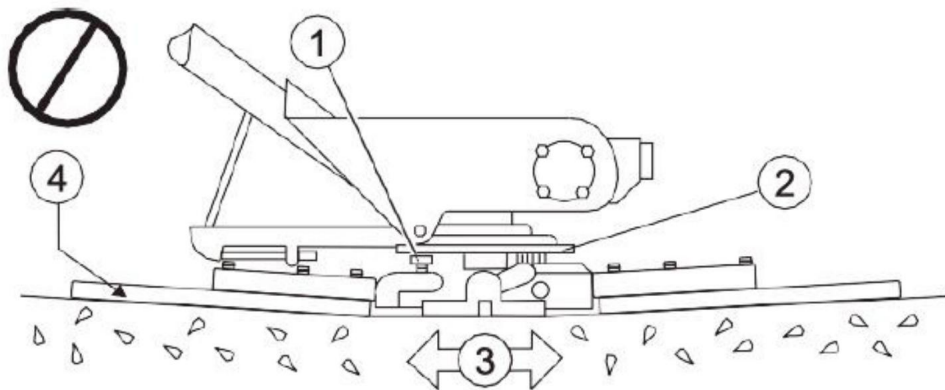

FIG.17
13.2.2 Inclinez les pales aussi à plat que possible. Les boulons de réglage doivent à peine entrer en contact avec la plaque d'usure inférieure de la boîte à araignée. Si l'on ne prend pas contact, un ajustement sera nécessaire. (FIG.17,FIG.4).
13.2 Ajustement du bras de truelle (suite) La FIG. 17 illustre un « alignement incorrect », des bagues araignées usées ou des bras de truelle pliés. Vérifiez que le boulon de réglage touche à peine (jeu maximum de 0,10") la plaque d'usure inférieure. Tous les boulons d'alignement doivent être espacés de la même distance de la plaque d'usure inférieure.